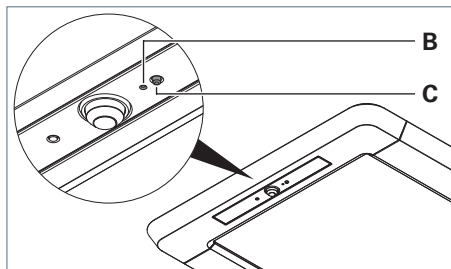
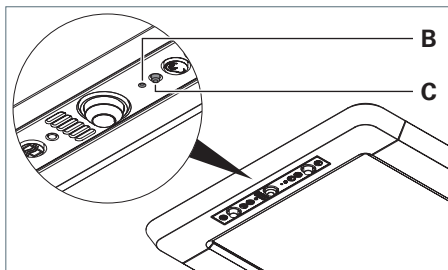

Fig. 20: Configurare l'elemento di comando, versione R.
Fig. 21: Configurare l'elemento di comando, versione RX.
- Premere il tasto nell'apertura **B** con la punta di una graffetta aperta, vedere Fig. 20 e vedere Fig. 21.
- Premere il tasto **C**, vedere Fig. 20 e vedere Fig. 21.
- ▶ Premere il tasto **C**, vedere Fig. 20 e vedere Fig. 21.
- ▶ Premere il tasto **C** e mantenerlo premuto, vedere Fig. 20 e vedere Fig. 21.